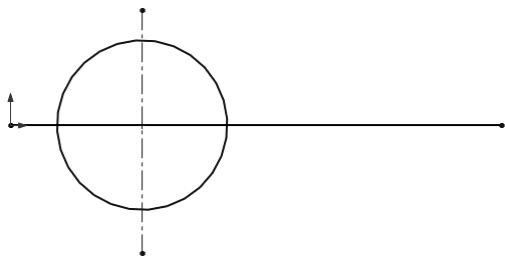

图 3-48 草图
- [1] 打开初始文件“Z3L3.prt”, 编辑草图, 草图如图 3-48 所示。